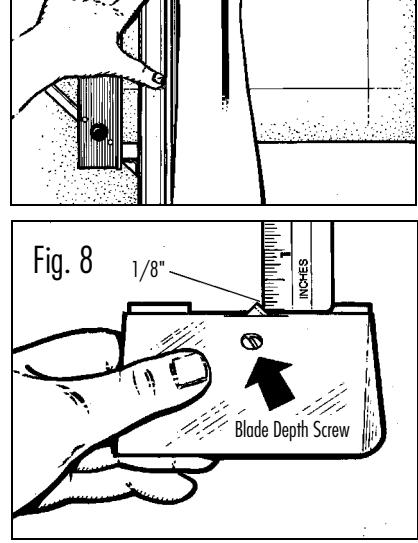

Fig. 8
- 1 Feststellen der Schraube zum Reduzieren der Klingentiefe. Lockern der Schraube zum Erhöhen der Klingentiefe (Fig. 8).